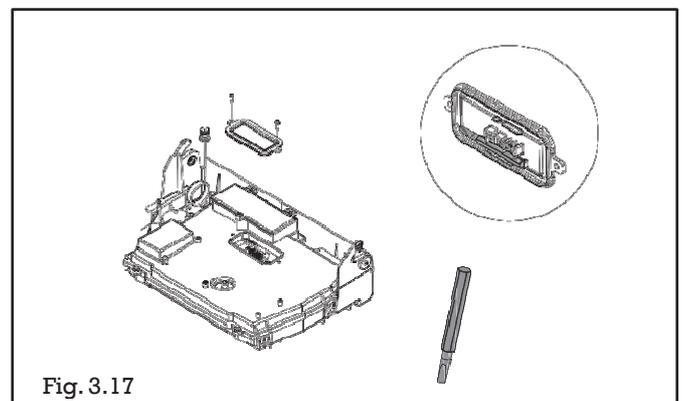

Fig. 3.17
- rimuovere il coperchio ispezione parti elettriche svitando le 2 viti per accedere ai jumper (fig.3.17).